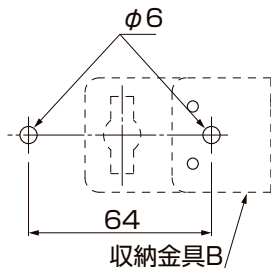
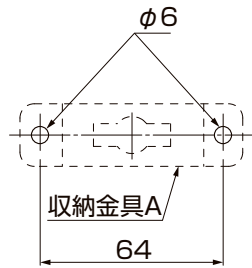

図4-9 600用・レグナス用・1500用の場合
図4-10 マルチスクエアの場合
- ①柱の基礎にφ6の穴をあけてください。(図4-9、図4-10、図4-11参照)